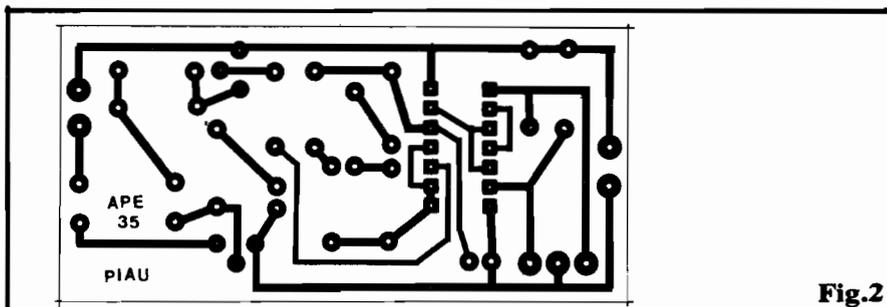

Fig.2
- **FIG. 2 - LAY OUT DO CIRCUITO IMPRESSO** - A plaquinha mostra desenho suficiente para que até mesmo um iniciante "se vires" bem na sua confecção, desde que possua os necessários materiais para a traçagem, corrosão, furação e limpeza... De qualquer forma, recomendamos seguir com "fanatismo" as INS-